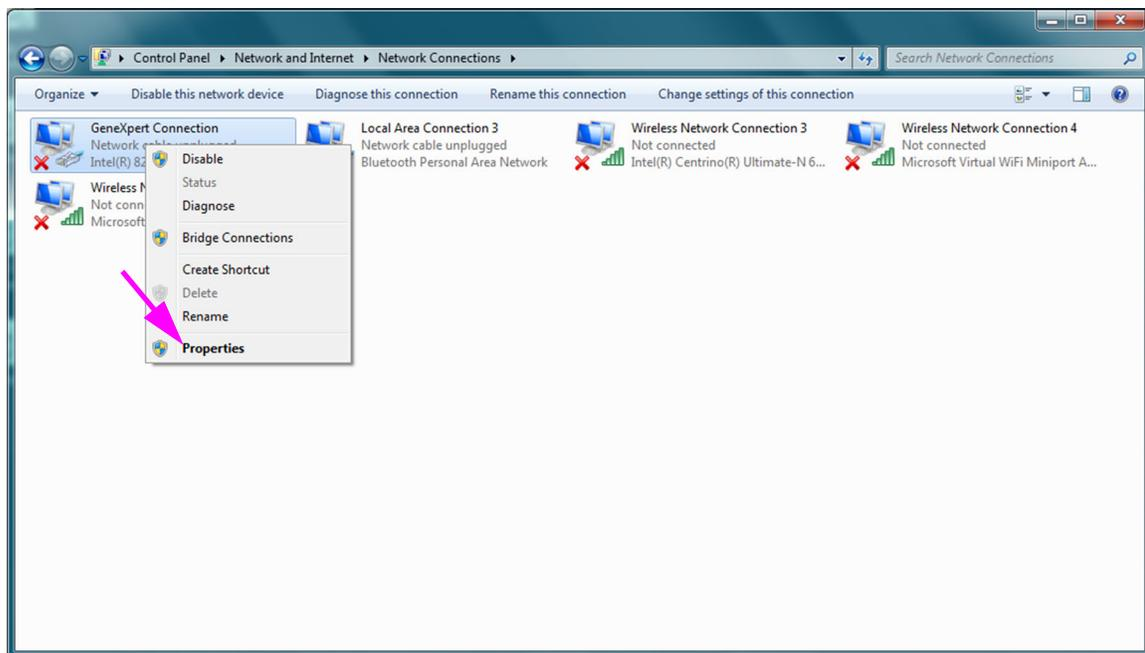

Figure 2-40. Écran Network Connections (Connexions réseau) avec menu déroulant
6. Cliquer avec le bouton droit sur l'option **GeneXpert Connection (Connexion GeneXpert)**. Un menu déroulant s'affiche. Voir la Figure 2-40.